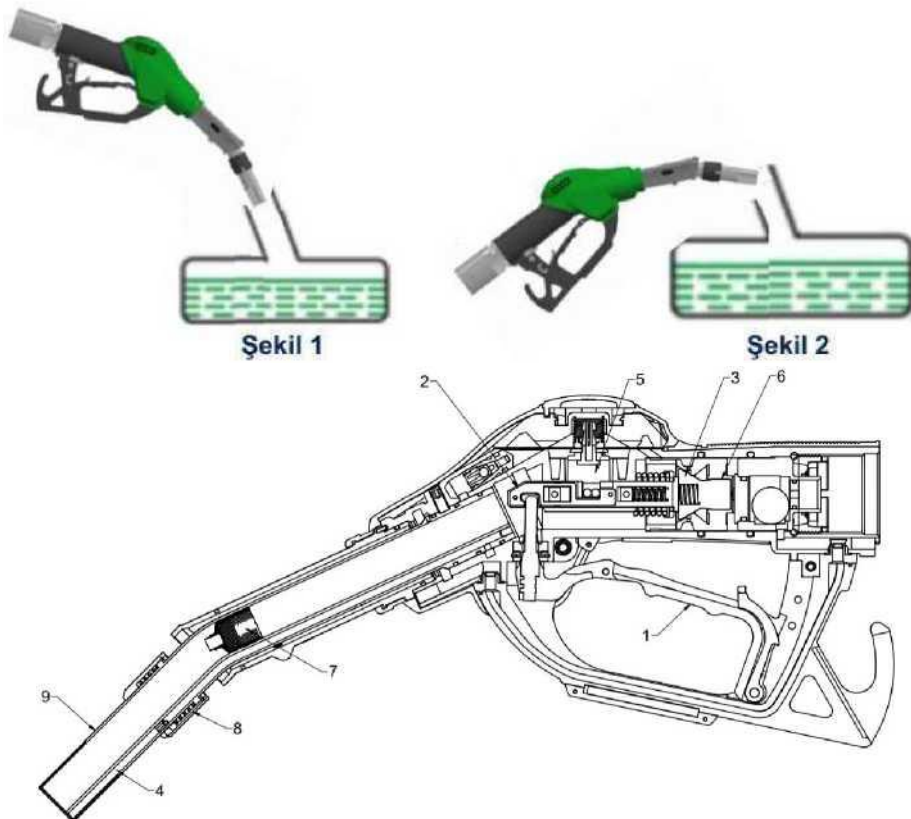

Рисунок 3
Когда топливо достигает впускной части капиллярной трубки (4) из-за более высокого сопротивления всасыванию, оно создает отрицательное давление на мембранный узел (5), вытягивая мембранный узел (5) и освобождая внешнюю часть поршневого узла (2). Внешняя сторона поршневой группы (2) перемещает поршень диффузора (3) до полной остановки потока топлива. Благодаря конструктивному решению диффузора, в котором имеется резервуар (6), автоматическое отключение расхода топлива создает значительно меньший гидростатический удар, что продлевает срок службы гидравлики и электроники насоса. Инновационное решение запорного клапана (8), расположенного в передней части выпускного конца (9), предотвращает нежелательную активацию пистолета GZD VR. Пистолет GZD VR можно активировать только тогда, когда конец трубки (9) размещен на горловине бака. Таким образом предотвращается нежелательная утечка топлива, когда сливной патрубком (9) не находится в горловине бака транспортного средства. С клапаном прикрепленным к пистолету GZD VR значительно сокращаются объем работы и загрязнение окружающей среды, а также уменьшается вероятность возгорания и взрыва. (Рис. 3).
Стандартная версия пистолета GZD VR имеет клапан (7), прикрепленный к топливозаправочной трубе, который предотвращает утечку топлива, оставшегося в пистолете GZD VR, после заполнения бака автомобиля. (Рисунок 3) Пистолет GZD VR со встроенным клапаном (7), обычно называемый "DRIP-STOP", предотвращает неконтролируемое загрязнение автомобиля пользователем топливом, выходящим из пистолета, снижает загрязнение окружающей среды и, что наиболее важно, снижает риск возгорания и взрыва.